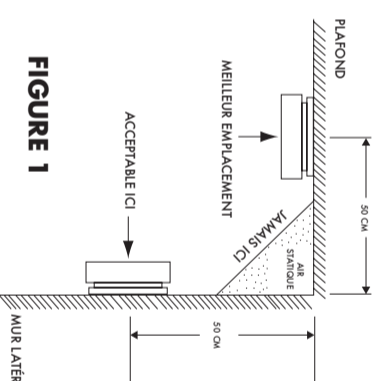

FIGURE 1
- Lorsque le détecteur de fumée est fixé au plafond, le positionner à 50 cm du mur latéral et de tout coin intérieur (Voir figure 1).
- Lorsque le détecteur de fumée est fixé au mur, utiliser un mur intérieur avec le bord supérieur du détecteur à 50 cm sous le plafond, et à au moins 50 cm de tout coin intérieur (Voir figure 1).
- Pour une installation dans un mobil-home ou une caravane, il peut y avoir des barrières thermiques susceptibles d'empêcher la fumée d'atteindre le détecteur de fumée si celui-ci est installé au plafond. Si vous n'êtes pas certain de l'isolation de votre mobil-home ou de votre caravane, dans ce cas il est fortement recommandé d'installer chaque détecteur de fumée sur une paroi intérieure avec le bord supérieur du détecteur à 50 cm sous le plafond (Voir figure 1).